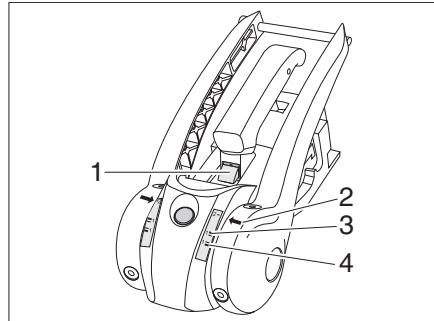

Fig. 152 Contrôle d'usure des garnitures de friction
- Lorsque le marquage vert est visible (Fig. 152,1), les garnitures de friction à l'avant et à l'arrière sont encore en ordre. Si le marquage vert n'est plus visible, les garnitures de friction doivent être remplacées.
- Si la flèche (Fig. 152,2) en dessous du marquage d'arrimage en douceur 1 est verte, (Fig. 152,4) les garnitures de friction à droite et à gauche sont en ordre. Si la flèche (Fig. 152,2) au-dessus du marquage d'arrimage en douceur 1 est rouge (Fig. 152,3), les garnitures de friction doivent être remplacées.
- Lorsque le marquage vert est visible (Fig. 152,1), la rotule d'attelage est en ordre. Si le marquage vert n'est plus visible, le diamètre de la rotule d'attelage est < 49 mm et la rotule d'attelage doit être remplacée.